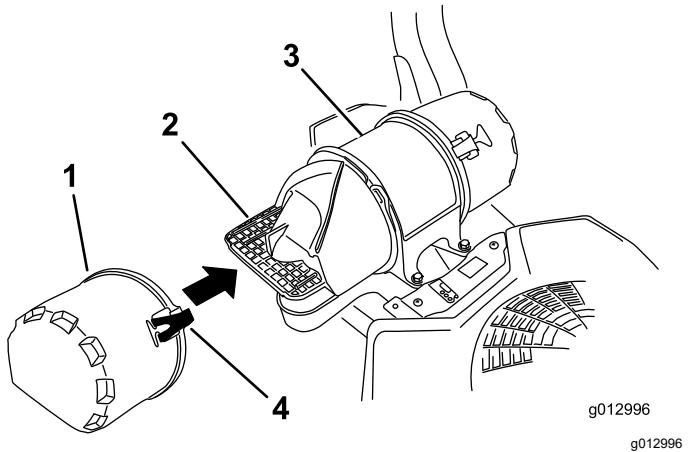

Figura 41
3. Abra los cierres del limpiador de aire y tire de la tapa de la entrada de aire para separarla del cuerpo del limpiador de aire (Figura 41).
5. Instale la tapa de la entrada de aire y sujetela con los enganches (Figura 41).